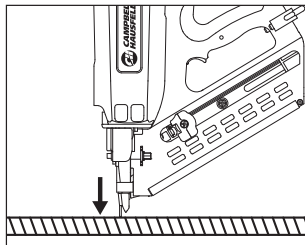

Figura 13
1. Mantenga el dedo **FUERA** del gatillo. Presione el WCE colocando la boquilla de la herramienta contra una superficie sólida y presionando la boquilla como lo haría para el uso normal. La herramienta **NO DEBE** accionarse (vea la Figura 13). En este punto, la herramienta debería eyectar una pequeña cantidad medida de combustible dentro de la cámara de combustión. El ventilador de la herramienta debería comenzar a dispersar cualquier escape gaseoso.